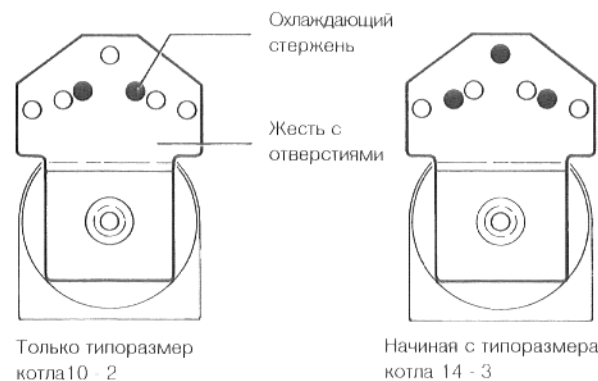

Рис. 26. Жесть с отверстиями
- ★ Вставить охлаждающие стержни опять в жести с отверстиями. При этом, пользоваться отверстиями соответственно рис. 26.